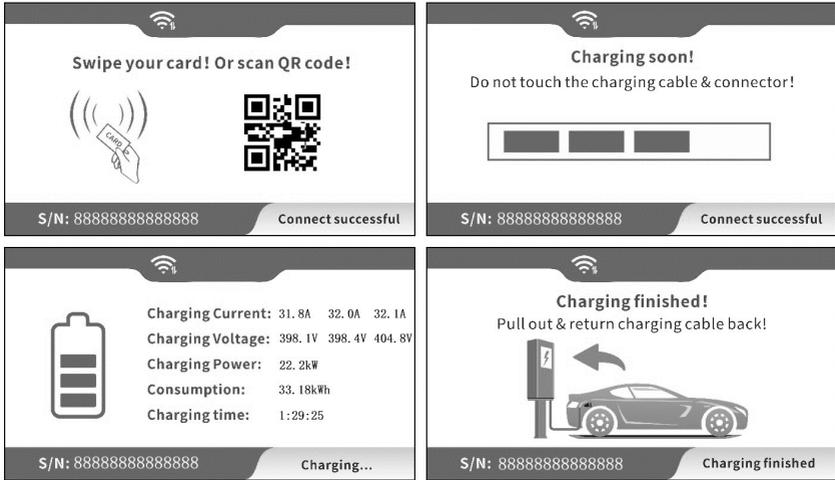

Abb. 4-3 Anzeige des normalen Ladevorgangs
- Wie in Abb. 4-3 gezeigt, zeigt der LCD-Bildschirm beim normalen Ladevorgang 4 verschiedene Bilder an.